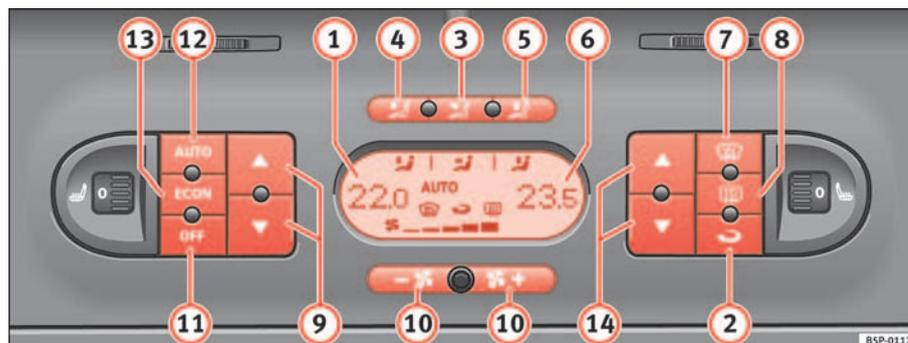

Fig. 126 Sur le tableau de bord : éléments de commande du Climatronic 2 zones
- Appuyer sur les touches de régulation de la température ⇒ page 157, fig. 126 9) ou 14) pour régler la température du côté gauche et droit respectivement.
- Appuyez sur la touche  ⇒ page 157, fig. 126. Le mot « AUTO » apparaît sur l'affichage.